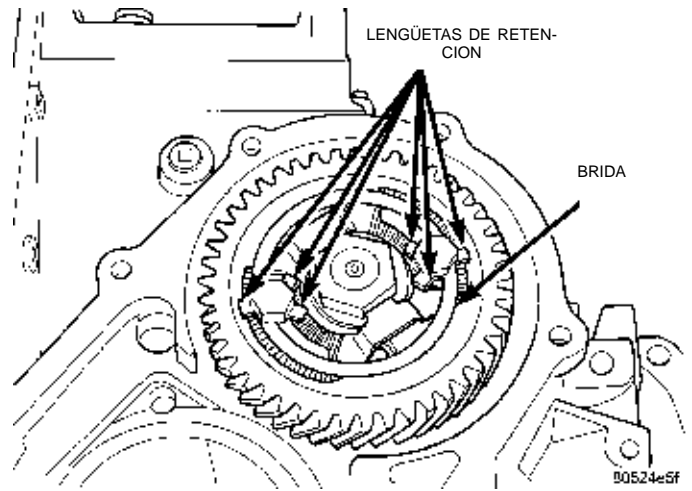

Fig. 153 Doble el canto de las lengüetas de la brida
- (1) Con la ayuda de un punzón, doble las lengüetas del estribo hacia el engranaje transmisor (Fig. 153).